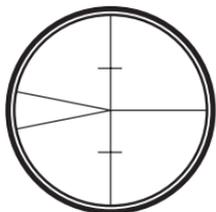

Fig. 3
1. **Foque o retículo** (Fig. 3) apontando o telescópio para um fundo brilhante ou segurando uma folha de papel branco à frente da lente da objectiva e depois gire o óculo até o retículo ficar bem definido e preto.